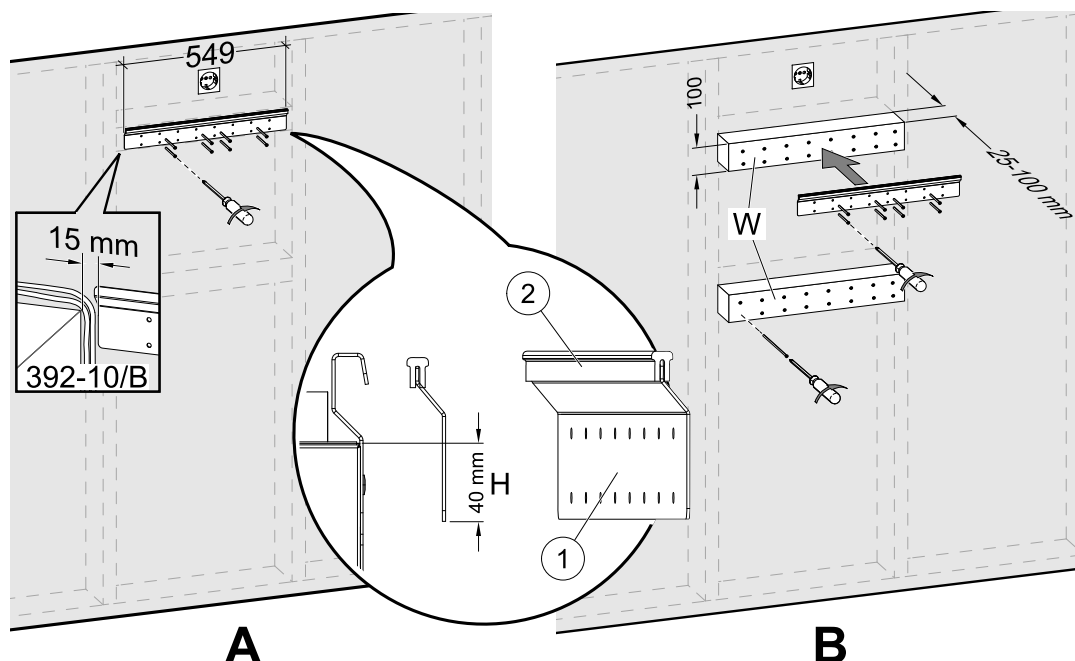

Bild 10 Installation der Wandhalterung mit oder ohne Unterkonstruktion
2. Schrauben Sie die Wandhalterung (Pos. 1) mit dem Vibrationsdämpfungspad (Pos. 2) an die Wand (Abbildung 10, Pos. A). **Schrauben sind nicht im Lieferumfang enthalten**, wählen Sie diese anhand Ihres Wandtyps aus. Verwenden Sie geeignete Löcher, um die Halterung an der Wand festzuschrauben. Die Unterkante der Halterung sollte 40 mm (H) unter der Geräteoberseite liegen.
Falls die Tiefe der Schränke viel größer ist als die des Geräts, installieren Sie Holzblöcke als Unterkonstruktion (Pos. W), um den fehlenden Abstand auszugleichen (Abbildung 10, Pos. B). Montieren Sie die Wandhalterung am oberen Block. Wählen Sie die Dicke der Blöcke entsprechend den Anforderungen um das Gewicht zu tragen.